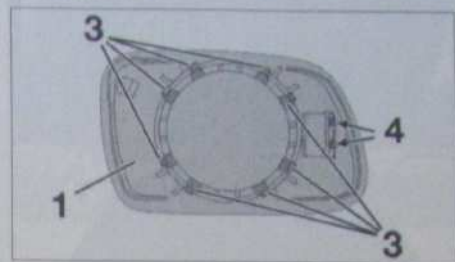

Fig. 103
- Passer l'outil [1] derrière la glace du rétroviseur extérieur (1) et décliper les ergots de fixation (3) de la glace du rétroviseur extérieur (Fig.103).
- Dégager la glace du rétroviseur extérieur (3).
- Suivant équipement, débrancher les connexions électriques en (4).